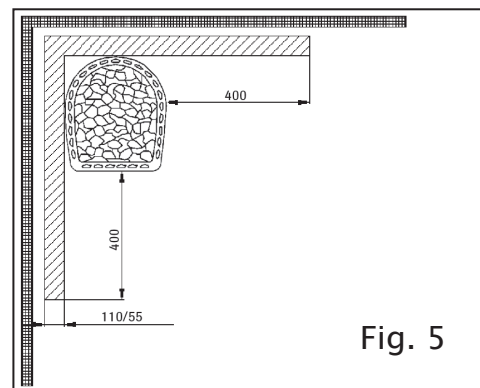

Fig. 5
5. Zidăria din cărămidă cu grosimea de 55 mm, care are capetele deschise și e amplasată la o distanță de minimum 30 mm de la suprafața izolată, corespunde izolației ușoare într-un strat. Izolației ușoare duble îi corespunde zidăria din cărămidă de 110 mm. (Vezi fig. 5).